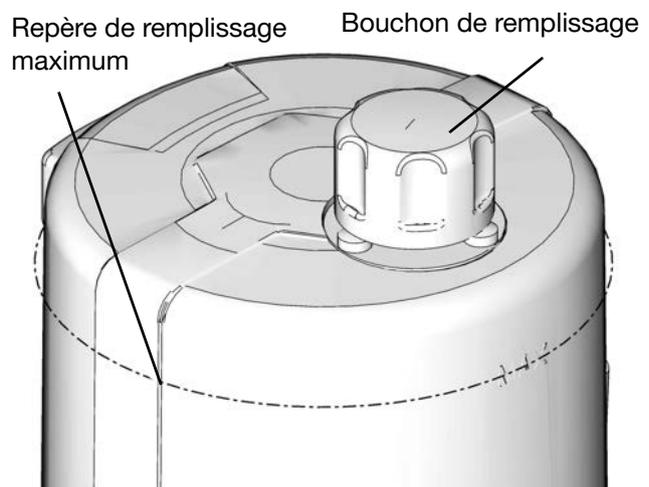

FIG. 25
- Ne pas trop remplir (FIG. 25).
1. Retirer le bouchon de remplissage (FIG. 25).
2. Verser l'huile dans le réservoir jusqu'au repère de remplissage maximum (FIG. 25).
3. Remettre le bouchon de remplissage en place et le serrer fermement à la main. (FIG. 25).